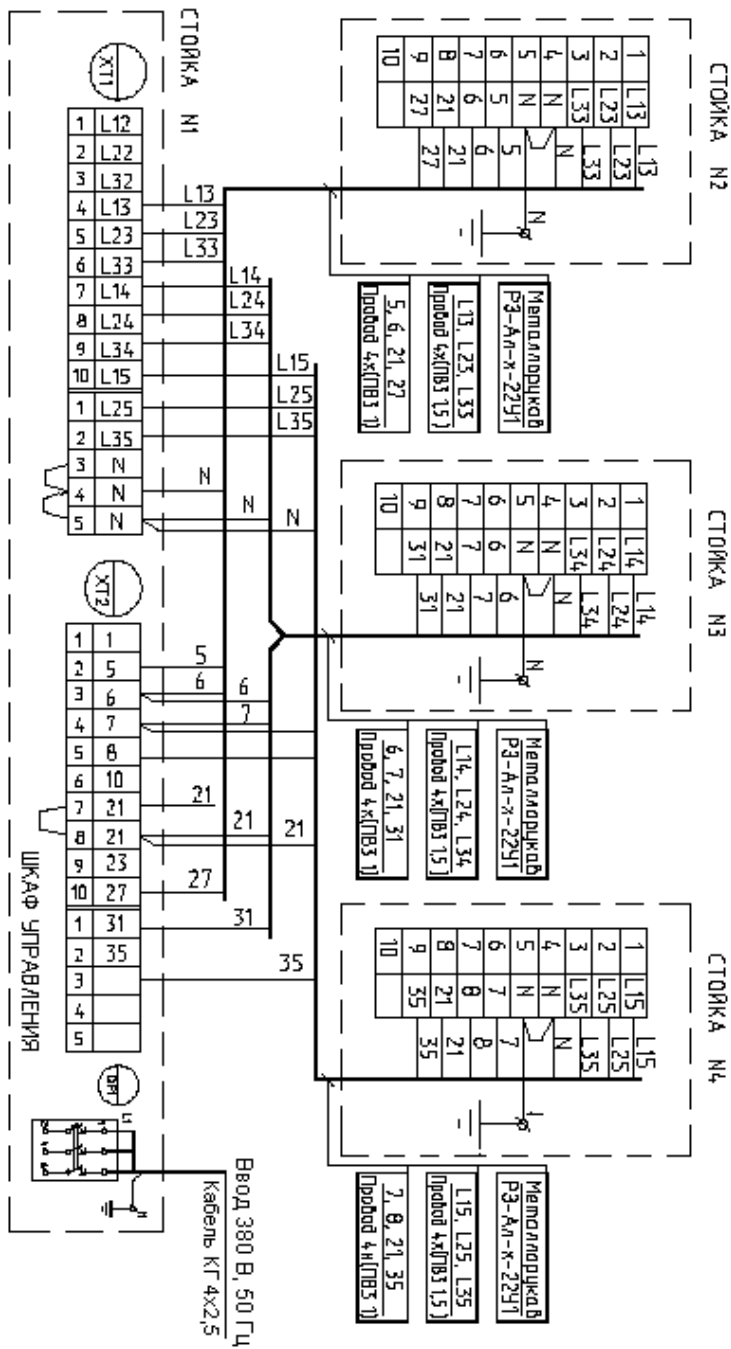

Рис. 4. Схема электрическая соединений подъемника ПЛ10
6.1.11. Выполнить электрический монтаж и подключить шкаф аппаратный к внешней электрической сети в соответствии со схемой электрической соединений (см. Рис. 4) и монтажным чертежом на Рис. 6. Выполнить заземление электроустановки.